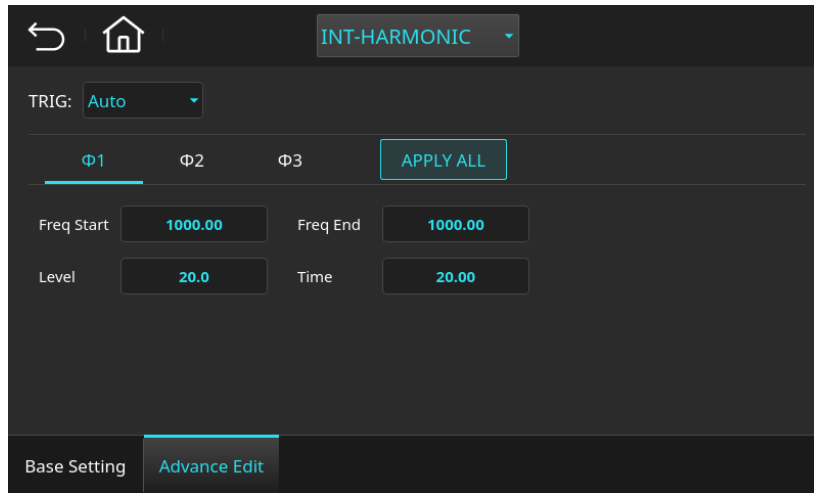

图 5-32 间谐波模式(Interharmonic)设定页面(第一相设定范例参数)
5. 设定 TRIG=Auto，编辑参数如下图 5-32 所示。